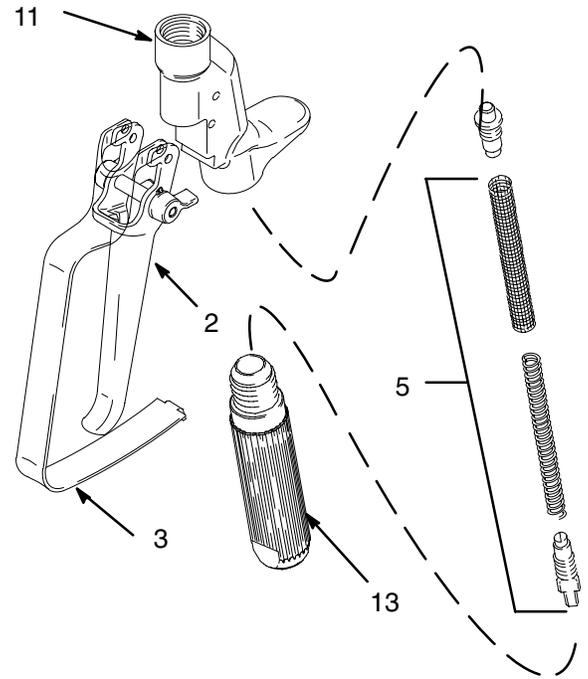

Fig. 6
## Limpieza del filtro (Fig. 6)
3. Retire la protección del gatillo (3). (Fig. 6).
4. Apriete el gatillo con el dedo, ejerciendo una ligera presión. Usando una llave fija de 5/16-pulg., gire la contratuerca (D) en sentido horario hasta que note que el gatillo desciende ligeramente.